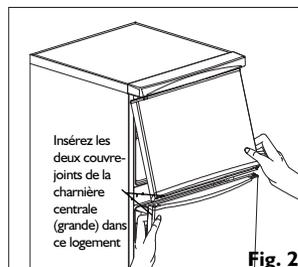

Fig. 2
2. Dégagez soigneusement les portes des compartiments réfrigérateur et congélateur avec la charnière centrale, en tirant lentement vers vous (Fig. 2).